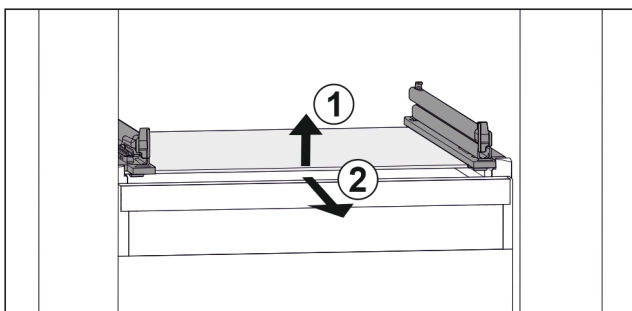

Fig. 140 Reprezentare exemplificativă a plăcii de sticlă
- ▶ Ridicați placa de sticlă din față. Fig. 140 (1)
- ▶ Extrageți placa de sticlă spre înainte. Fig. 140 (2)